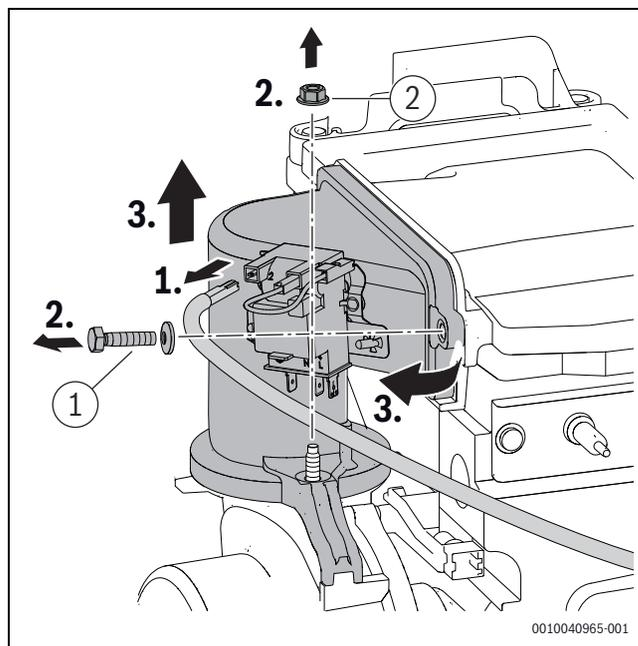

Fig. 43 Démontez le dispositif de mélange
- ▶ Serrer les vis et l'écrou ([1] et [2], fig. 43) du dispositif de mélange à 5,5+0,5 Nm.